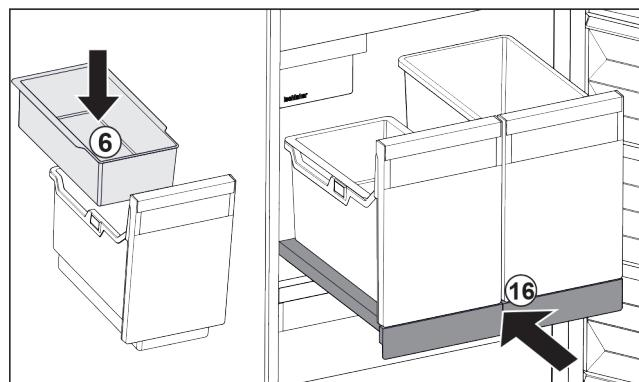

Fig. 111
- Introduceți tava suspendată Fig. 111 (6) pentru cuburi de gheăță.
- Inserați raftul extractabil cu recipientele (IceTower). Fig. 111 (16)